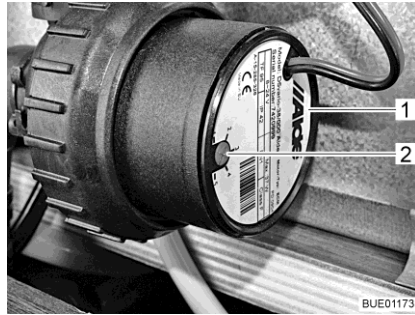

Fig. 236 Reducción de la velocidad
La velocidad de la bomba de circulación se puede ajustar con el regulador giratorio (Fig. 236,2). Con una velocidad reducida disminuyen los ruidos de rodadura de la bomba.
El regulador giratorio se encuentra en la bomba de circulación (Fig. 236,1).
- Girar el regulador giratorio (Fig. 236,2) en sentido contrario a las agujas del reloj. Se reduce la potencia.